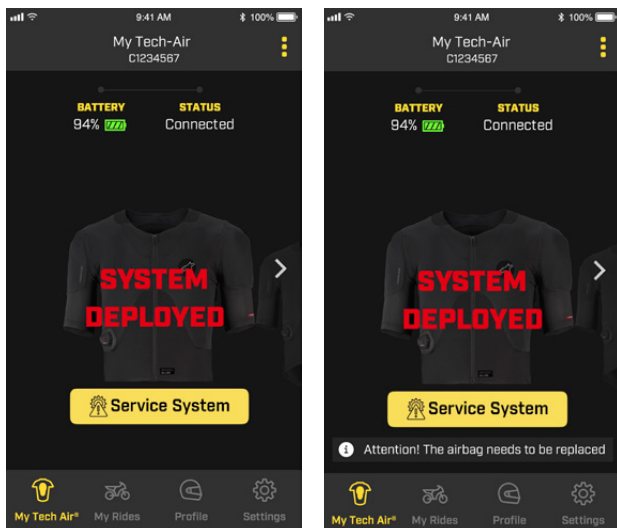

Figura 18: Vista del Sistema Tech-Air[®] desplegado (Izquierda) y vista de Notificación de Sustitución del Airbag (11) (Derecha).
En caso de despliegue del Sistema y cuando no se disponga de un Inflador de Gas (9), la Aplicación notificará este estado al Usuario mostrando el mensaje "SISTEMA DESPLEGADO" como se muestra en la Figura 18.